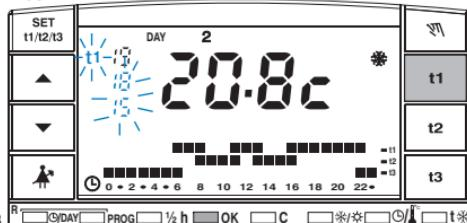

Abb. 3
b) **Um nur den max. Temperaturwert zu begrenzen:** betätigen Sie die Taste t1; auf dem Display wird der Wert von t1 blockiert, daneben blinkt das Symbol t1. Zur Bestätigung drücken Sie die Taste OK (Abb. 3): der Zeithermostat stellt auf den aktuellen Betrieb Zurück.